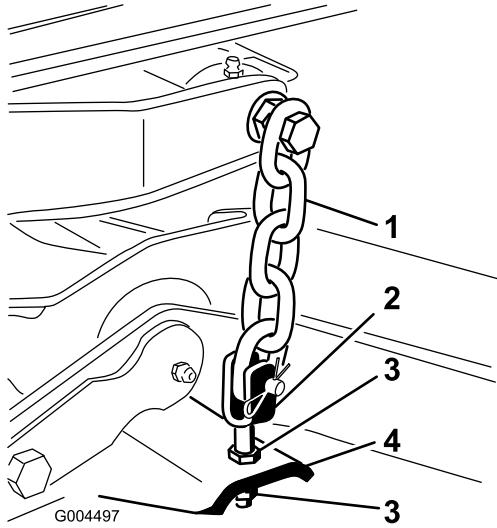

Bild 24
8. Stellen Sie die Klemmmuttern ein, mit denen die Mähwerksgabeln bzw. -ketten am Mähwerk befestigt sind, bis das Mähwerk nivelliert ist (Bild 24).
7. Bild 24 Stellen Sie die Klemmmuttern ein, mit denen die hinteren Mähwerksgabeln bzw. -ketten befestigt sind, um das Heck des Mähwerks anzuheben, sodass die Messerneigung auf 8 mm eingestellt ist.